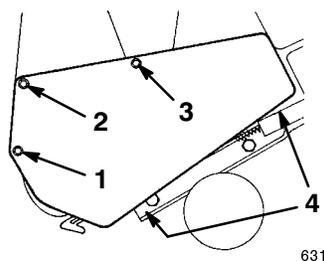

Figure 23
6. Enlevez les trois vis autotaraudeuses, les deux vis d'assemblage, la rondelle et les deux contre-écrous qui fixent le carter au châssis de la déneigeuse (Fig. 23). Mettez le carter de la courroie d'entraînement de côté.